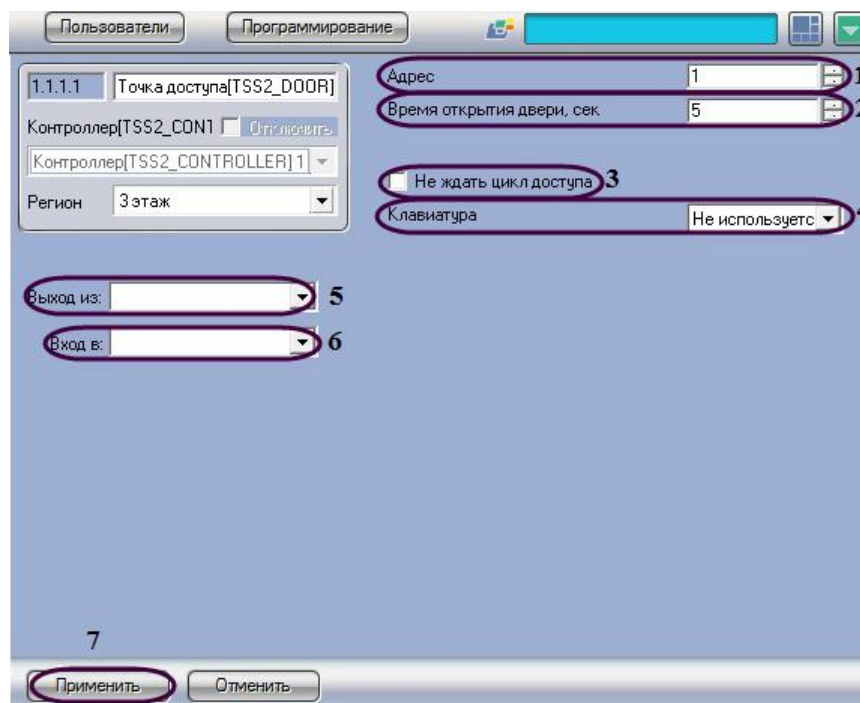

Рис. 3.5—2 Панель настроек объекта Точка доступа
2. В поле **Адрес** необходимо с помощью кнопок **вверх-вниз** ввести свободный адрес точки доступа в диапазоне от 1 до 8 (см. Рис. 3.5—2, 1).
3. В поле **Время открывания двери, сек** необходимо с помощью кнопок **вверх-вниз** ввести время открывания двери в секундах, по истечении которого дверь закроется (см. Рис. 3.5—2, 2).